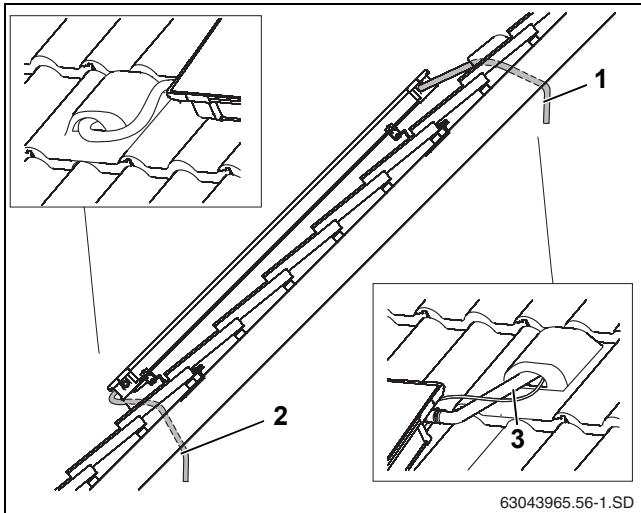

Fig. 47 Introducir los tubos de conexión por debajo del tejado
- ▶ Introduzca el tubo solar junto con el cable de la sonda a través de la teja de ventilación (Fig. 47, [1]) y del aislamiento del tejado.